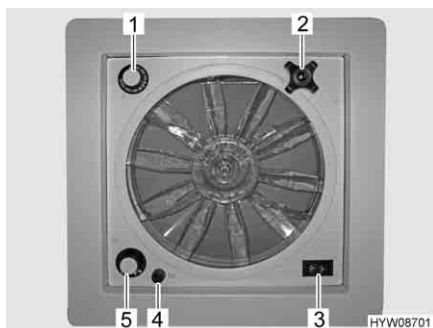

Fig. 70 Oblò con ventilatore
- ▷ Un fusibile da 4 A (Fig. 70,4) protegge da sovraccarico il motore del ventilatore. Se si verifica un sovraccarico: Per prima cosa individuare ed eliminare la causa (ad es. il ventilatore è sporco), poi sostituire il fusibile.
Apertura oblò: ■ Ruotare la maniglia girevole (Fig. 70,2), finché non si raggiunge l'angolo di apertura desiderato.
Aerazione/sfiato: ■ Portare l'interruttore a levetta (Fig. 70,3) su "Aerazione" (flusso d'aria dall'esterno verso l'interno) o "Sfiato" (flusso d'aria dall'interno verso l'esterno).
Spegnimento del ventilatore: ■ Portare l'interruttore a levetta (Fig. 70,3) sulla posizione centrale.
Impostazione della velocità del ventilatore: ■ Posizionare l'interruttore girevole (Fig. 70,5) sul grado desiderato:
Impostazione della temperatura: ■ Ruotare il termostato (Fig. 70,1) fino alla battuta in direzione "blu".
- Ruotare il cappuccio nero (Fig. 70,4) di un quarto di giro in senso antiorario.